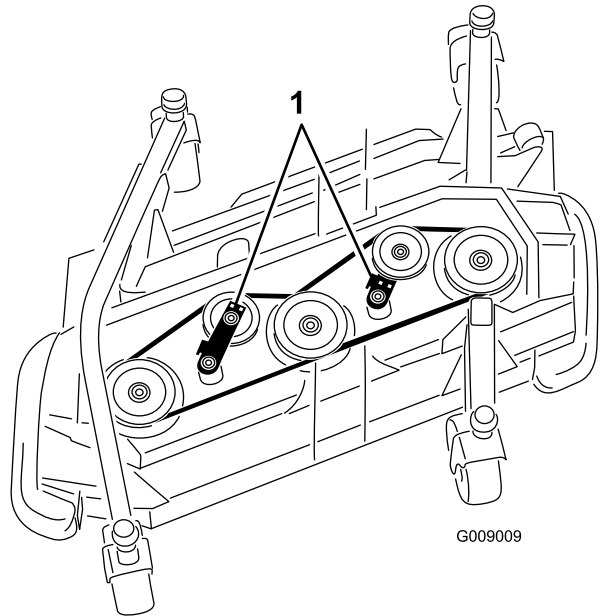

Bild 129
5. Schieben Sie die Spannscheibe mit einem Schraubenschlüssel oder einem ähnlichen Werkzeug vom Treibriemen und lassen Sie den Riemen von der Getriebespannscheibe rutschen (**Bild 129**).